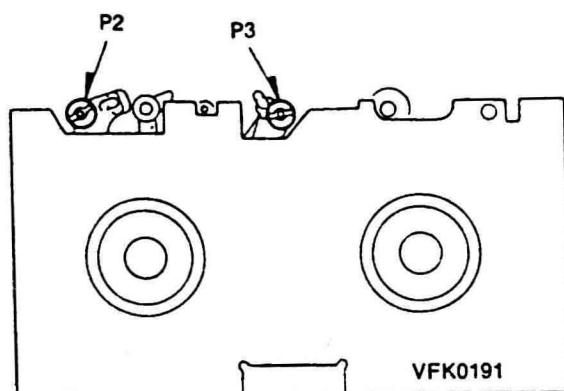

图43
②把导柱调整模板放在带盘上, 并把导柱调整模板固定好, 如图43所示;